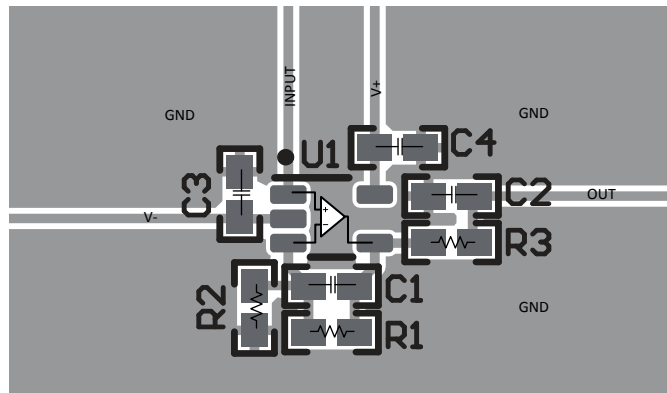

図 7-5. 非反転構成のオペアンプ基板のレイアウト - SC70 (DCK) パッケージ
- 外付け部品は、可能な限りデバイスに近く配置します。図 7-5 に示すように、寄生容量を最小限に抑えるため、RF と RG は反転入力付近に配置します。